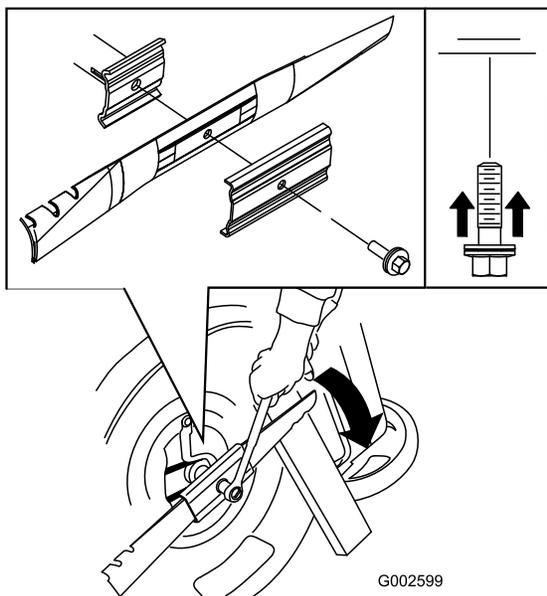

Figura 35
- Utilice un bloque de madera para inmovilizar la cuchilla (Figura 35).
- Retire la cuchilla, conservando todos los herrajes de montaje (Figura 35).
- Instale la cuchilla nueva y todos los herrajes de montaje (Figura 35).